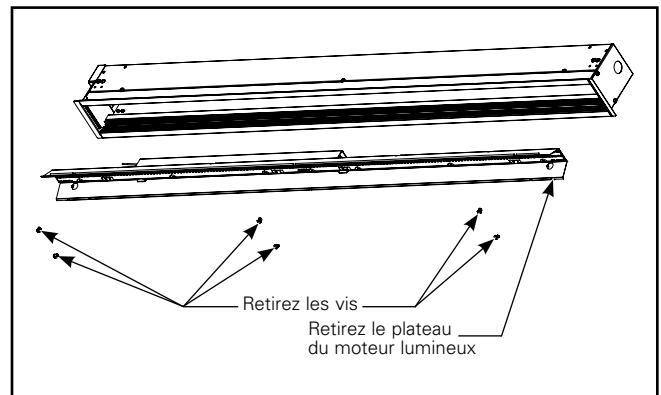

Figure 5.
- Enlevez également le plateau du moteur lumineux après le retrait de la lentille. Voir la figure 5.